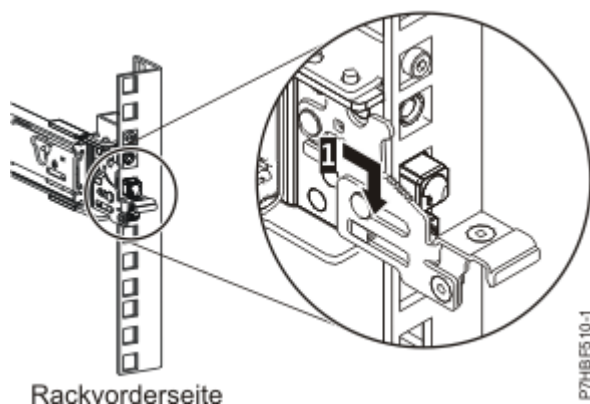

Abbildung 5. An der vorderen Schiene des Racks befestigte Stifte
6. Ziehen Sie die Schiene nach vorne und setzen Sie an der Vorderseite der Schiene drei Stifte in die zuvor markierten Bohrungen innerhalb der ausgewählten EIA-Einheit ein. Senken Sie die Schiene ab **(1)**, damit der hakenförmige mittlere Stift einrastet. Einzelheiten finden Sie unter Abbildung 5 auf Seite 7.